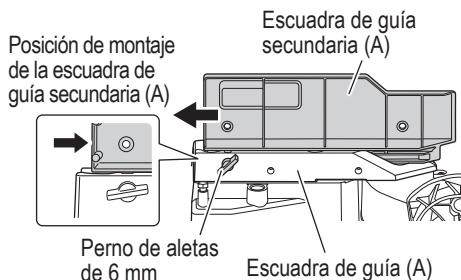

Fig. 11
Quando corte en bisel hacia la derecha, afloje el perno de aletas de 6 mm, luego deslice la guía auxiliar (A) hacia afuera y quítela, como se indica en la Fig. 11.
En el caso del corte en ángulo directo y el corte en ángulo a bisel izquierdo, deslice hacia adentro hasta alcanzar la posición donde la escuadra de guía secundaria (A) hace tope y fíjela con un perno de aletas de 6 mm (como se muestra en la Fig. 11).